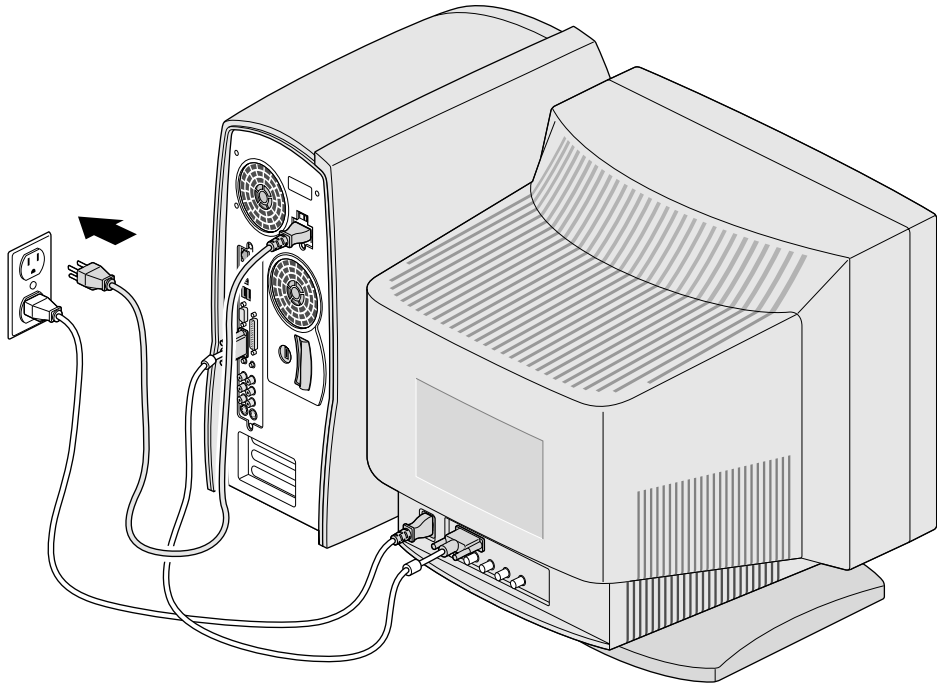

Figura 1-7 Collegamento del cavo di alimentazione al sistema
6. Collegare il cavo di alimentazione al retro del sistema e alla presa di corrente, come illustrato nella Figura 1-7.